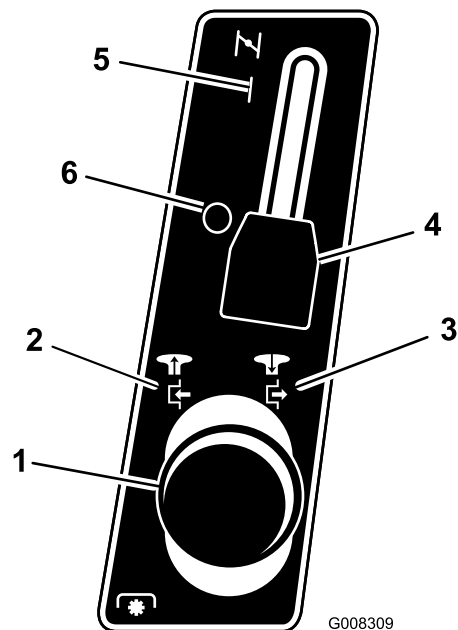

Figure 11
4. Désengagez la commande des lames (PDF) (voir la Figure 11).